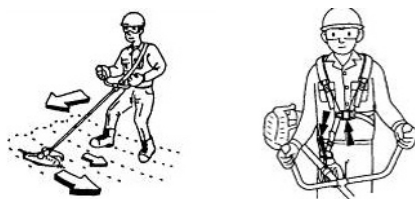

Fig.18
- Tagliare l'erba da destra a sinistra (Fig. 18)